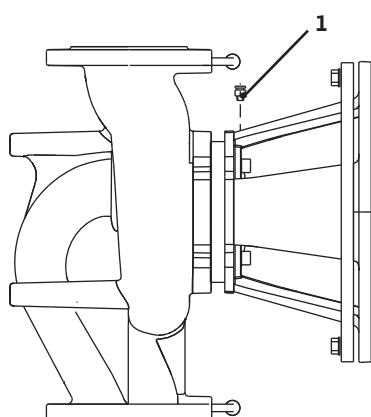

Fig. 36: Valvola di sfiato
- Sfiatare le pompe allentando le valvole di sfiato (fig. 36, pos. 1). Un funzionamento a secco distrugge la tenuta meccanica della pompa. Il sensore della pressione differenziale non deve essere sfiato (pericolo di distruzione).